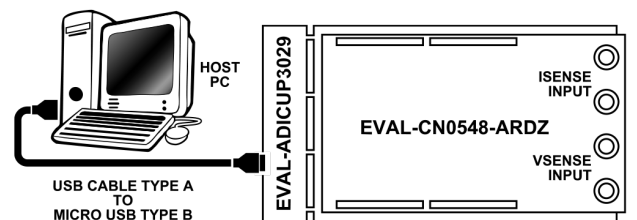

图 12. 主机连接
1. 如图 12 所示，连接 EVAL-ADICUP3029 平台板顶部的 EVAL-CN0548-ARDZ。